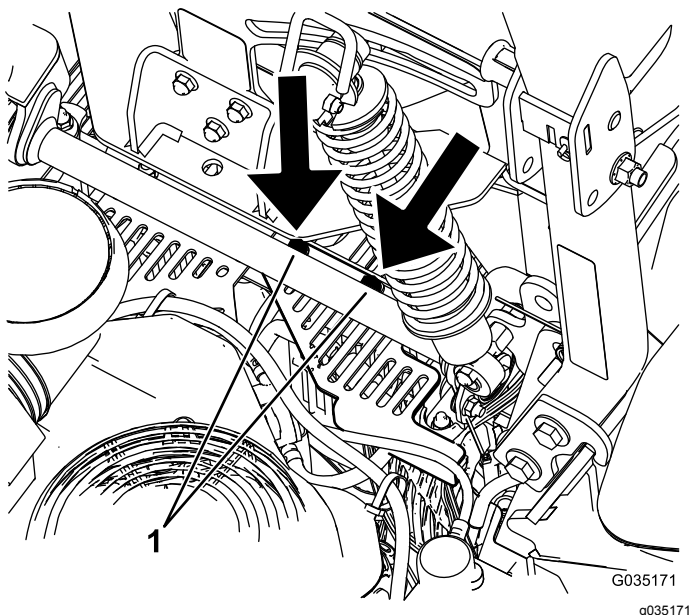

Figure 64
5. Déposez le carénage de l'unité hydraulique en retirant les 2 écrous comme montré à la Figure 64.